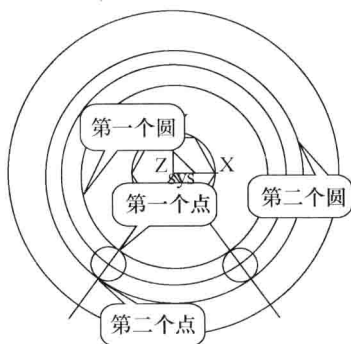

图 1-15 绘制两个圆
⑤ 绘制和 $\phi 12$ 的圆相切的两个圆。单击“圆”按钮 ，选择“圆心_半径”方式，拾取坐标圆点后，按空格键，弹出快捷菜单选择“T切点”，拾取 $\phi 12$ 圆中靠近 $\phi 30$ 圆的一个点单击后，绘制第一个圆；拾取 $\phi 12$ 圆中远离 $\phi 30$ 圆的一个点单击后，绘制第二个圆。如图1-15所示，绘制结束后，按空格键，弹出快捷菜单选择“S缺省点”选项。